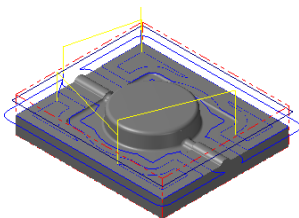

图 12.20 刀具路径
(2) 单击 **间隙设置 (G)...** 按钮, 系统弹出“刀具路径的间隙设置”对话框; 在 **位移小于允许间隙时, 不提刀** 区域的下拉列表中选择 **沿著曲面 (s)** 选项, 选中 ☒ **切削顺序最佳化** 复选框; 单击 ☒ 按钮, 系统返回至“曲面精加工浅平面”对话框。
Step6. 单击“曲面精加工浅平面”对话框中的 ☒ 按钮, 同时在图形区生成图 12.20 所示的刀具路径。